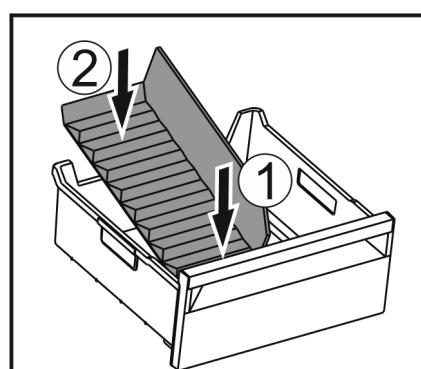

Fig. 79
- Vložte prednú časť oddelovača zásuvky na ľad. Fig. 79 (1)
- Spusťte zadnú časť oddelovača zásuvky na ľad až na dno zásuvky. Fig. 79 (2)